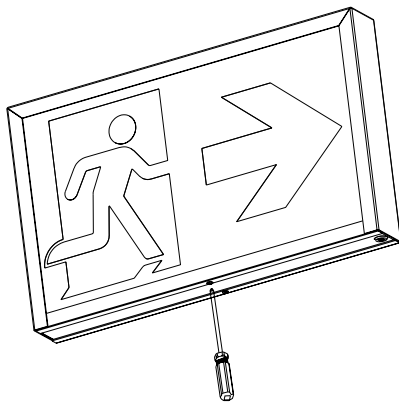

Figure 1
1. Slide out the pictogram by removing the screw on the bottom side of the unit (see Fig. 1).
1. Slide out the pictogram by removing the screws on the bottom side of the unit (see Fig. 1).
2. Remove the (3) KO's on the side of the housing for end mounting. If for ceiling mounting, remove the (3) KO's on top of the housing.
5. Determine if the Adapter Plate will be needed for proper orientation of the exit sign. If it is needed, install it on the J-Box with (2) TM8#-32*1" screws.
1. Slide out the pictogram by removing the screws on the bottom of the unit (see Fig. 1).
1. Retirer le pictogramme en enlevant la vis située sur la partie inférieure de l'appareil (voir Fig. 1).
1. Faites glisser le pictogramme en retirant les vis situées sur la partie inférieure de l'unité (voir Fig. 1).
2. Pour un montage latéral, retirez les (3) débouchures sur le côté du boîtier. Pour un montage au plafond, retirez les (3) débouchures sur le dessus du boîtier.
1. Faites glisser le pictogramme en retirant les vis situées sur la partie inférieure de l'appareil (voir Fig. 1).